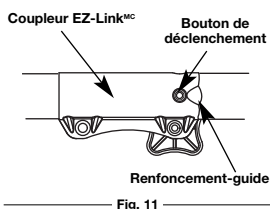

Fig. 11
- Appuyez sur le bouton de déclenchement et maintenez-le enfoncé (Fig. 11).
- Tenez fermement l'accessoire et enfoncez-le tout droit dans le coupleur EZ-LinkMC (Fig. 11).
**REMARQUE:** aligner le bouton de déclenchement avec le renforcement-guide facilitera l'installation (Fig. 11).